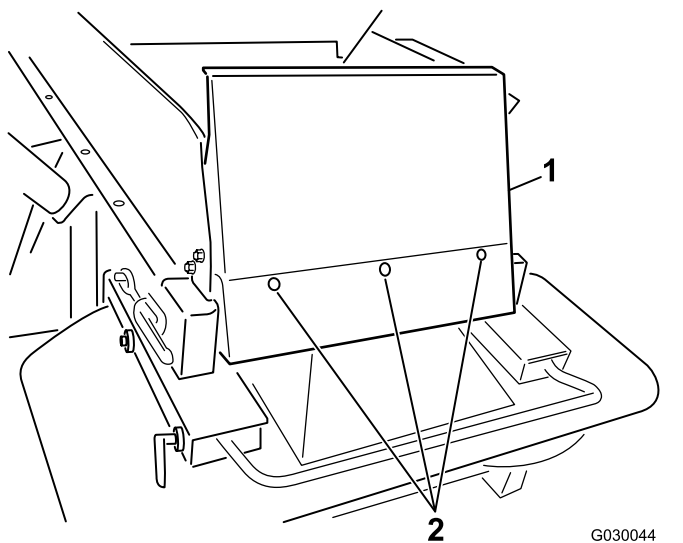

图7
6. 使用提供的圆头螺栓 $\frac{1}{4} \times \frac{5}{8}$ 英寸 和尼龙锁紧螺母安装料斗防护装置图7。